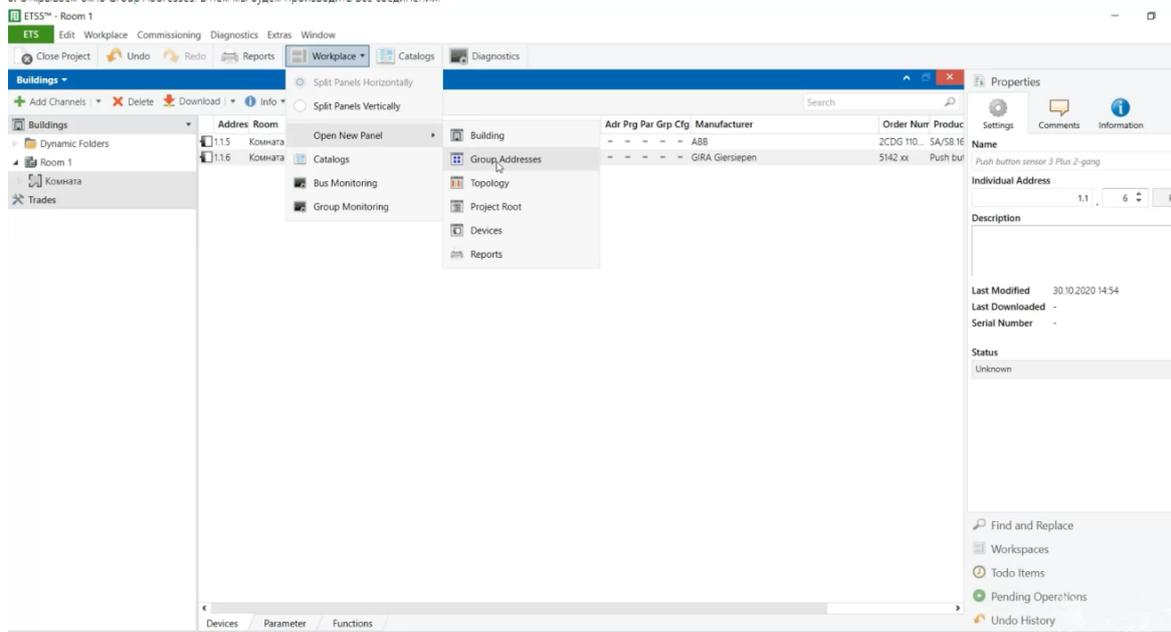

Рисунок 5 – Проведение соединений всех групп
6. Открываем окно Group Addresses. В нем мы будем производить все соединения (рис. 5).